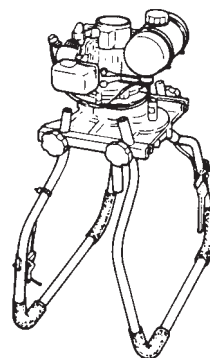

Рис. 14
- 2) Если рукоятки сложить вниз, они становятся подставкой для хранения. (Рис. 14)